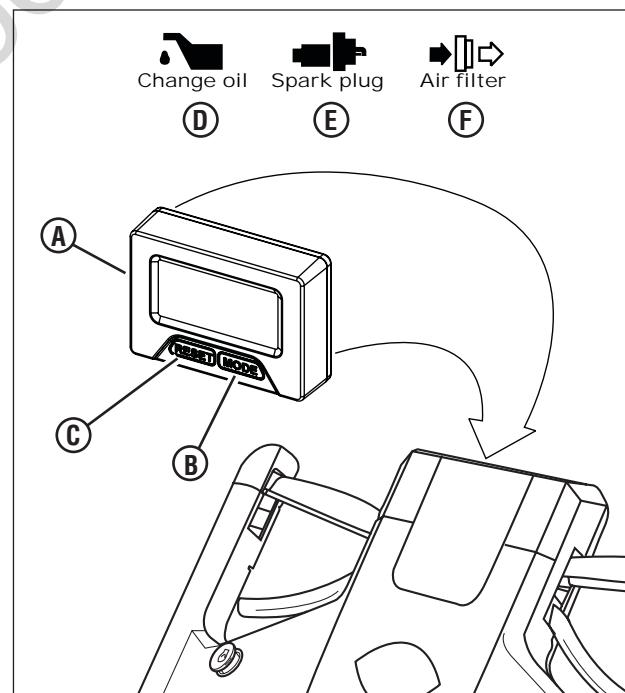

Figure 12 : Aide-mémoire d'entretien
L'aide-mémoire d'entretien (A, Figure 12) fourni des rappels opportuns des points d'entretien importants. Il est pourvu de six (6) modes d'affichage :